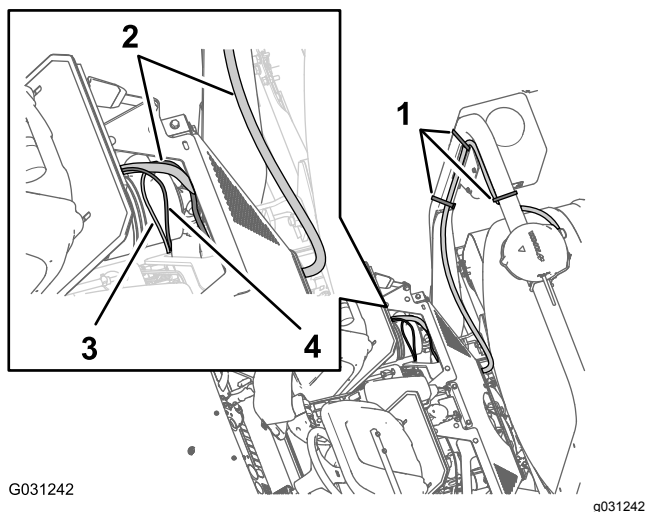

Figura 168
1. Enrute la rama de 100 cm del arnés eléctrico (Figura 168) que tiene el conector de un pin hacia abajo a la zona de interconexión de los arneses de cables delantero y trasero de la máquina; consulte la Figura 86 en Conexión de los arneses de cables delantero y trasero (página 42).
2. Enrute la rama de 100 cm del arnés de datos (Figura 168) que tiene el conector de 4 pines del controlador del fumigador/CAN 2 hacia abajo a la zona de interconexión de los arneses de cables delantero y trasero de la máquina; consulte la Figura 86 en Conexión de los arneses de cables delantero y trasero (página 42).